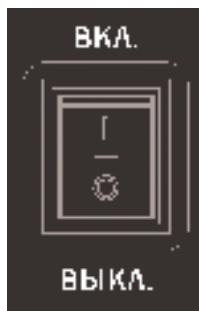

Рис. 13
3. Установите выключатель зажигания в положение «ВКЛ» (Рис. 13)
1. Переведите выключатель двигателя в положение «**ВЫКЛ**» (Рис. 13)